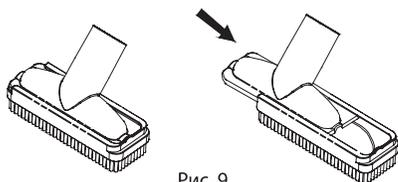

Рис. 9
• Насадка для жидкостей (11) используется для очистки пола как от жидкостей, так и от твердого мусора.
• Щелевая насадка (10) используется для чистки радиаторных батарей, уборки в проемах, углах, в области плинтусов и т.д.
• Насадка для пыли (2 в 1) (12) используется для уборки пыли с любых типов поверхности таких, например, как: книги, жалюзи, решетки кондиционеров, абажуры ламп, полки и т.д. Без щетки насадка может использоваться для чистки мягкой мебели (Рис. 9).